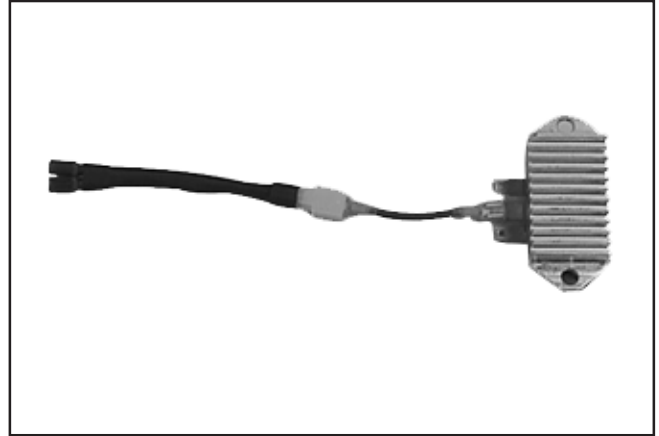

Figure 8-24.
1. Connecter l'adaptateur du câble unique entre la borne B+ (centrale) du redresseur-régulateur testé et l'extrémité carrée du câble tandem de l'adaptateur. Voir la Figure 8-24.